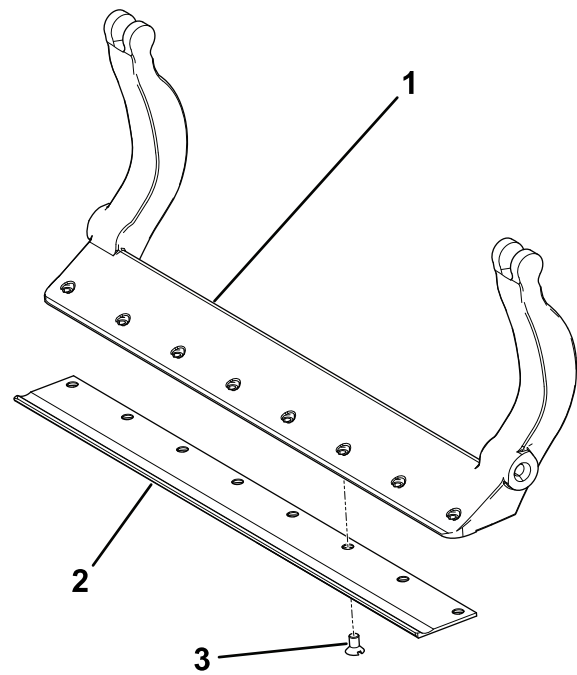

Figura 34
3. Aplicați agent anti-blocare pe uruburi și montați contracuitul pe bara de cadru, după cum urmează (Figura 34):